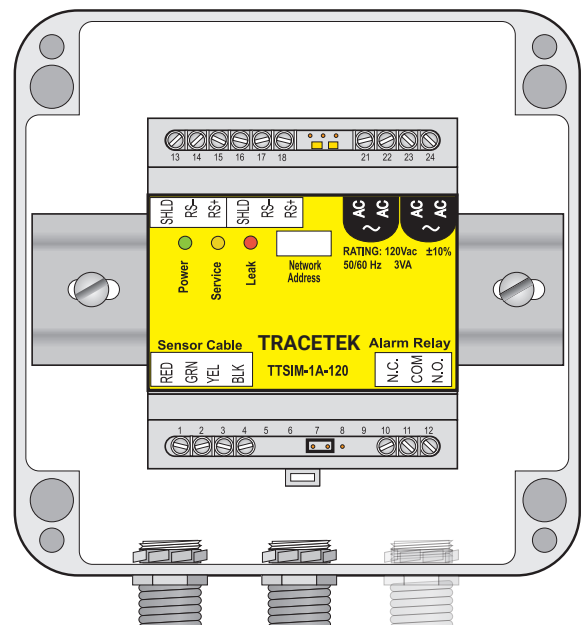

Figure 2. Boîtier IP 56
Montage du module TTSIM-1A en boîtier optionnel IP 56 - Figure 2
- Une installation typique extérieure ou dans un environnement rude nécessitera des trous supplémentaires pour s'adapter aux câblages suivants : un pour l'alimentation et la télémétrie entrantes, un pour l'alimentation et la télémétrie sortantes, et un pour le câble de raccordement du détecteur. Voir Figure 2.